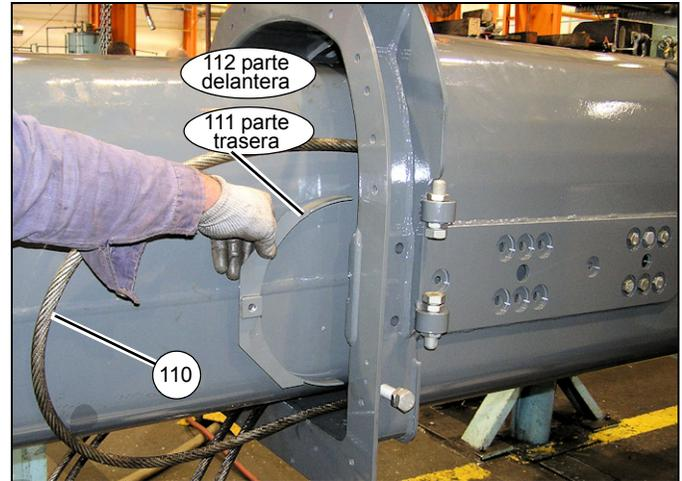

FIGURA 4-22
- 73. Extienda una cuarta parte de la sección telescópica 4 (5) fuera de la sección telescópica 3 (4).
- 74. Retire la grasera (106) de cada uno de los cuatro ejes (104).
- 75. Retire el perno (113) que fija la parte delantera del miembro soldado del protector delantero (112) sobre el cable de extensión de la sección telescópica 4 (110) (lados izquierdo y derecho) (vea la Figura 4-22).
- 78. Retire el perno (113) que fija el miembro soldado del protector trasero (111) sobre el cable de extensión de la sección telescópica 4 (109) (lados izquierdo y derecho) (vea la Figura 4-22).